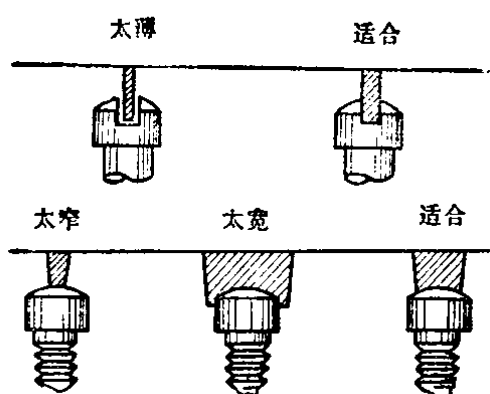

图 1—4 螺丝刀的正确使用
1. 用螺丝刀拧螺丝时，其刀口要和螺丝槽头大小合适，要根据螺丝的大小和沟槽的宽度来选择，如图 1—4 所示。将螺丝刀擦净，垂直的压入螺丝槽内，将螺丝刀压紧后，再进行旋转，以免使螺丝刀滑出，损坏螺丝沟槽，使其报废。